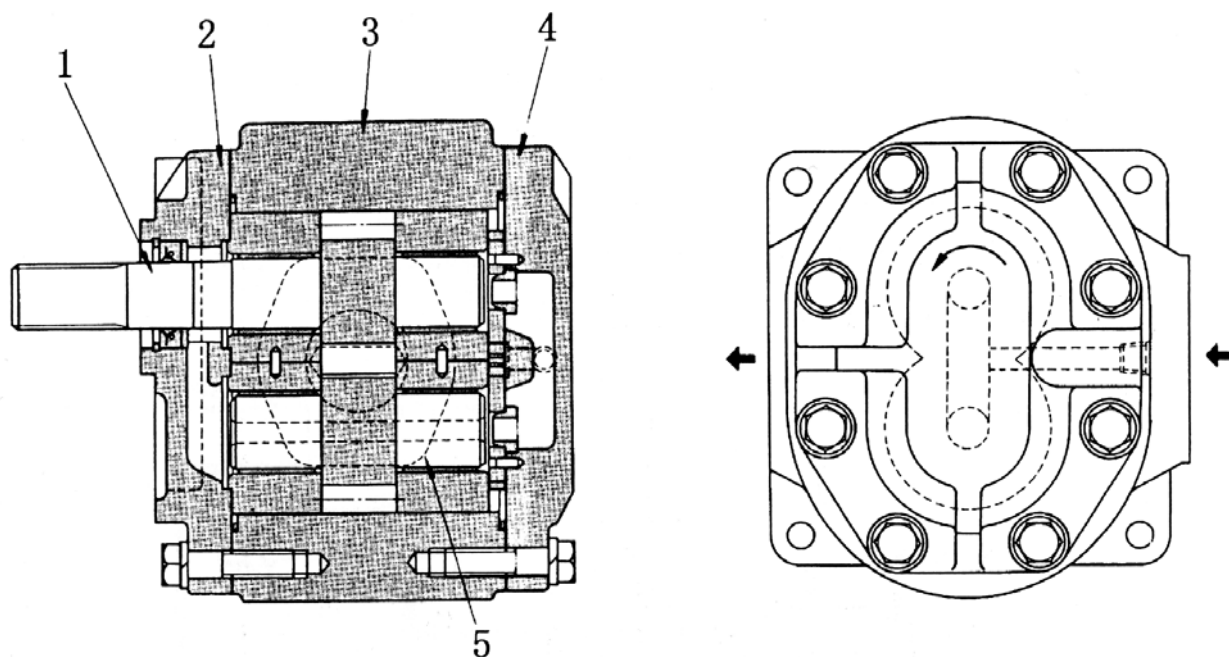

Рис. 5-58.
## (1) Шестеренный насос (Рис. 5-58)